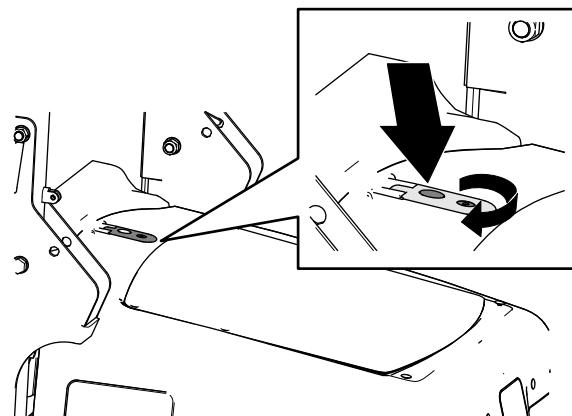
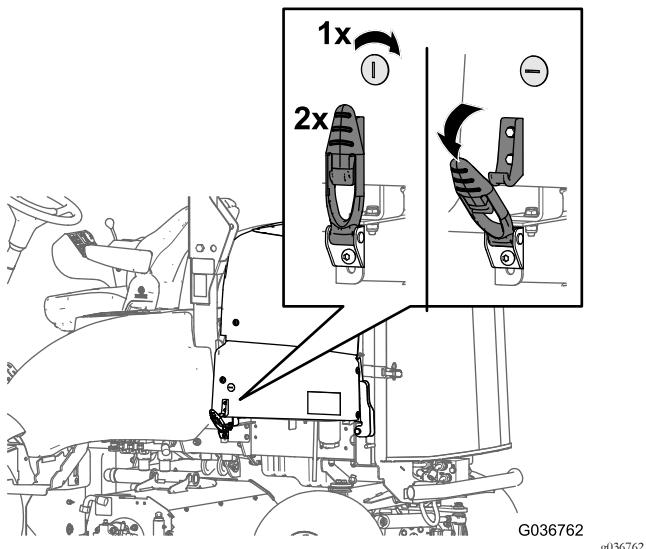

Figura 1
Figura 2
1. Insira a chave do capot na fechadura do capot e rode 90° no sentido contrário ao dos ponteiros do relógio (Figura 1 ou Figura 2).
- **Para máquinas com um trinco de capot montado na parte superior:** pressione o botão no trinco do capot (Figura 1).
- **Para máquinas com trincos de capot montado na parte lateral:** retire os dois trincos do capot dos encaixes dos trincos (Figura 2).